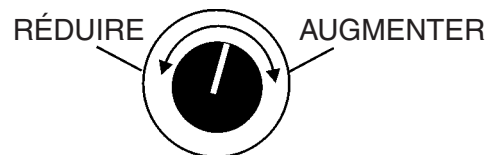

Figure 47. Bouton de commande du régulateur de tension
8. Si la tension n'est pas dans la tolérance spécifiée, utiliser le bouton de commande de réglage de tension (Figure 47) pour augmenter ou diminuer la tension souhaitée.